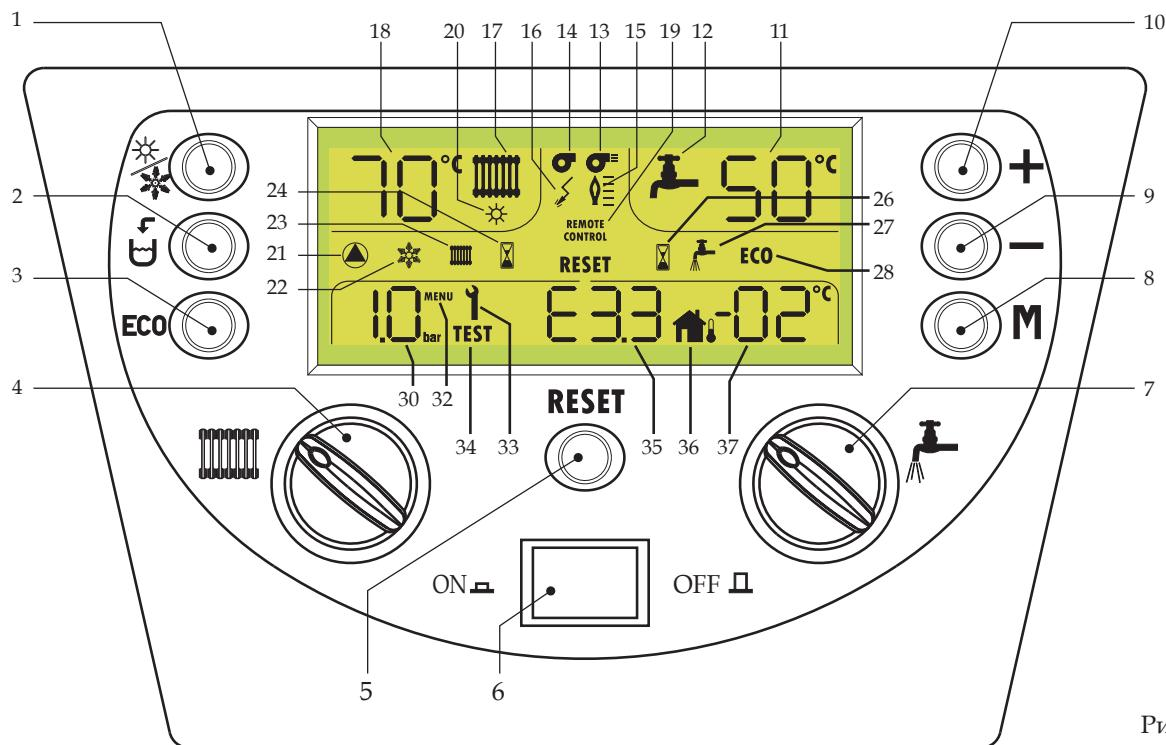

Рис. 1
Для включения/отключения режима Комфорт достаточно нажать клавишу 3 ( - 3 рис. 1). Когда включен режим Комфорт, надпись ECO исчезает с дисплея.
Для восстановления рабочего режима - нажать клавишу 5 (Сброс (Reset) - рис. 1).
- Нажать клавишу ВКЛ/ВЫКЛ (ON/OFF) (см. рис. 1)
Нажать клавишу ВКЛ/ВЫКЛ (ON/OFF) (см. рис. 1)
Для выбора одного из двух режимов достаточно нажать клавишу 1 (рис. 1).